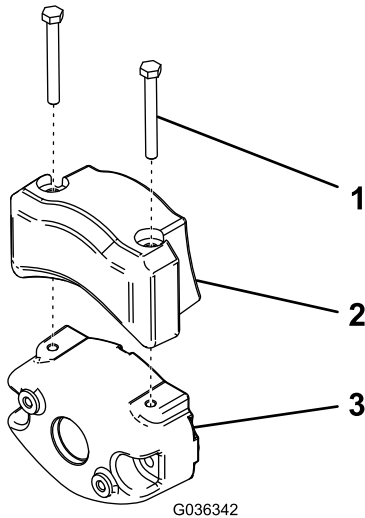

Figure 50
- Fixez le contrepoids électriques au contrepoids existant à l'aide de 2 vis, comme montré à la Figure 50.